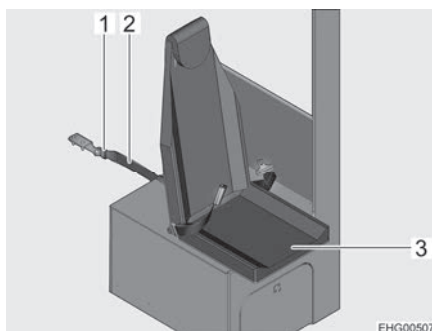

Fig. 37 Sécuriser le siège emboîtable
- Insérer la sangle de sécurité (Fig. 37,2) dans la boucle de fermeture de la ceinture (Fig. 37,1).
- Rabattre l'assise de siège (Fig. 37,3).